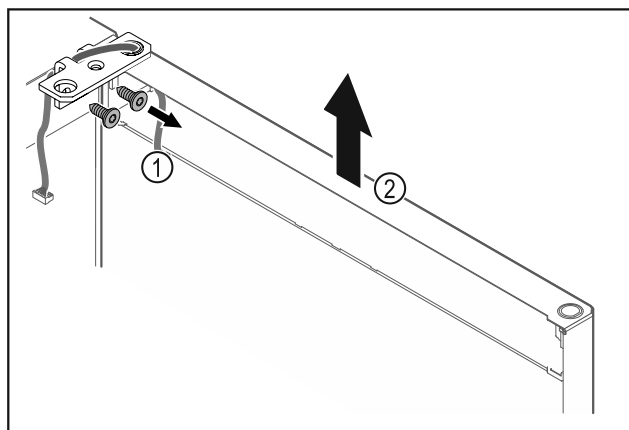

Fig. 28
- ▶ Відкрутити шарнірний кутик Fig. 28 (1).
- ▶ Дверцята з шарнірним кутиком Fig. 28 (2) приблизно на 200 мм прямо підняти вгору і зняти.